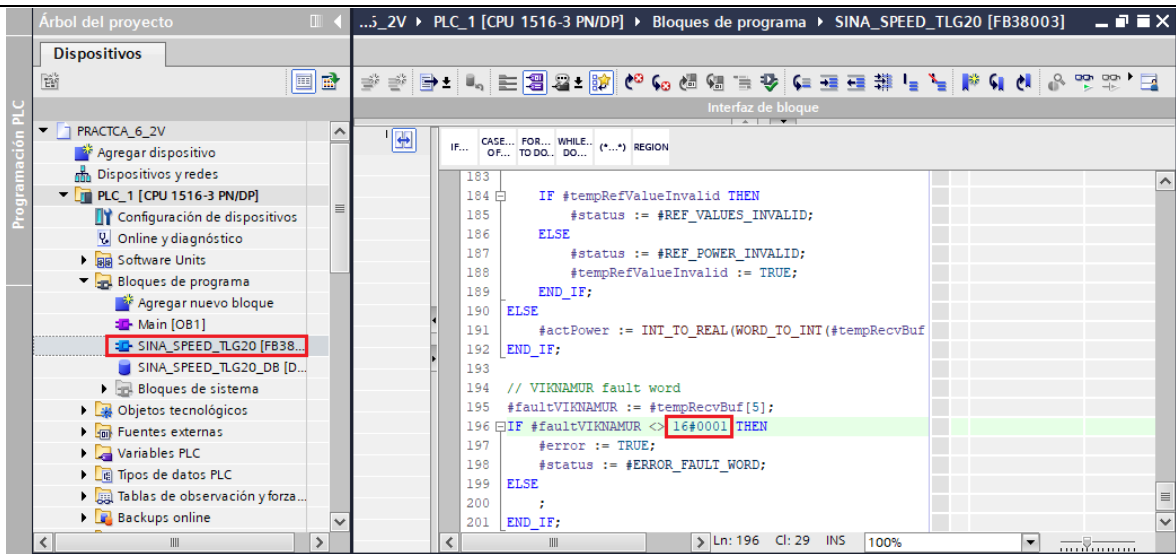

Figura 28. Código SINA_SPEED_TLG20.
- Luego se procede a corregir la línea de código “196” del bloque de función “SINA_SPEED_TLG20” (ver Figura 28).